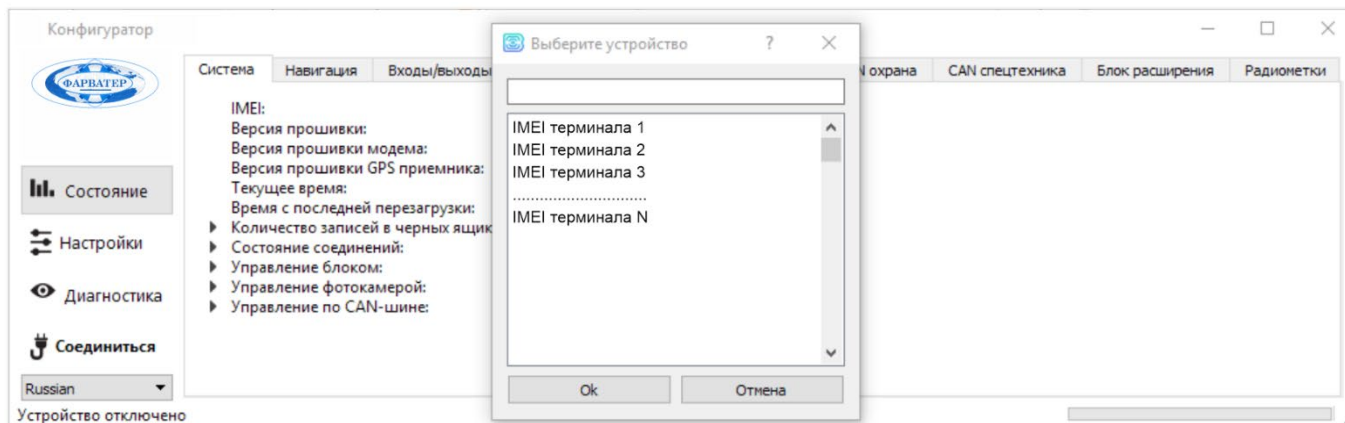

Рис.4.2.
- Из предлагаемого списка выберите нужное устройство и нажмите «ОК» (Рис. 4.2.).